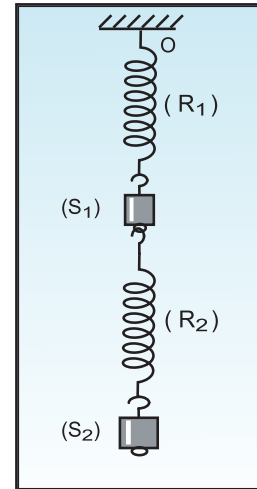

Fig.30
11. Un solide (S_1) de masse $m_1 = 20\text{g}$ est suspendu en un point fixe O par un ressort (R_1), (Fig.30). Un second ressort (R_2) est fixé, d'une part, au solide (S_1) et d'autre part, à un solide (S_2) de masse $m_2 = 30\text{g}$.